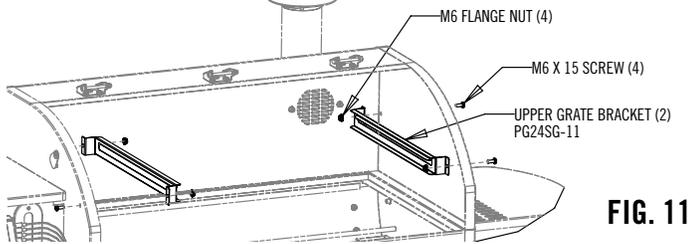

FIG. 11
1. Monter la support comme indiqué à la Fig. 11.